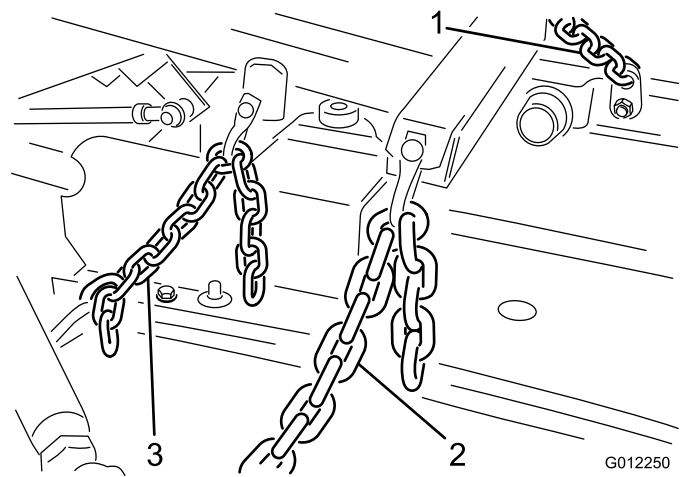

Figure 12
2. Accrochez les extrémités du ressort de tension entre le quatrième maillon de la chaîne arrière et l'œillet de la goupille fendue qui maintient la goupille de vérin en place (Figure 12). Réglez la longueur de la chaîne de sorte que les roues pivotantes arrière soient décollées du sol en position de transport.
1. Fixez les chaînes de relevage au bras de relevage et aux supports de chaînes sur le plateau de coupe avec 6 manilles, goupilles de manilles (3/8 x 1-1/2 po) et goupilles fendues (1/8 x 3/4 po) (Figure 12). Réglez la longueur des chaînes afin que toutes deux soient tendues en même temps lorsque le bras de levage est élevé.